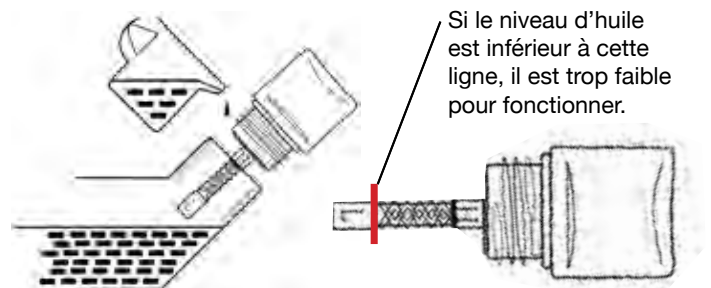

Figure 19 - Vérification du niveau d'huile
- **Niveau d'huile acceptable** - L'huile est visible sur la partie hachurée entre les lignes H et L sur le bouchon/jauge de remplissage d'huile. (voir Figure 19).
8. Continuer d'ajouter de l'huile jusqu'à ce que l'huile soit au bon niveau. Voir la Figure 19.